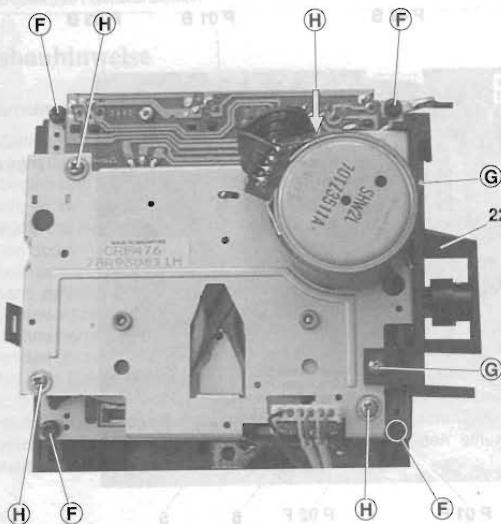

Fig. 6
- 4 Schrauben ⑥ pro Laufwerk herauschrauben (Fig. 6).
- Undo 4 screws ⑥ on each drive mechanism (Fig. 6).
- 2 Schrauben **G** je Bremse herausschrauben (Fig. 6 und 7).
- 4 Schrauben **H** herausdrehen (Fig. 6).
- Undo 2 screws **G** of each brake (Figs. 6 and 7).
- Undo 4 screws **H** (Fig. 6).